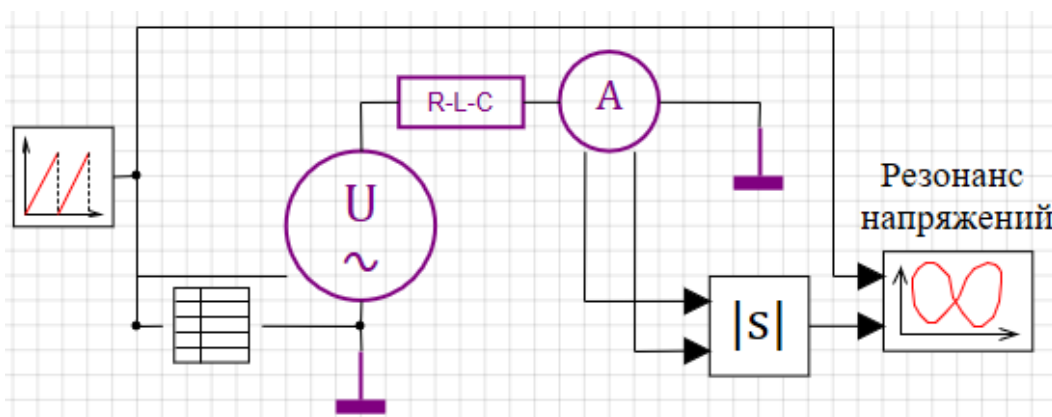

Рис. 7.6
9. Собрать в окне проектов системы SimInTech простейший последовательный колебательный контур (рис. 7.6), в котором при совпадении частоты входного сигнала с собственной резонансной частотой контура будет иметь место резонанс напряжений.
Соединить блоки между собой в соответствии с рис. 7.6.
Полученные значения совпадают с расчетными значениями для электрической цепи на рис. 7.6.